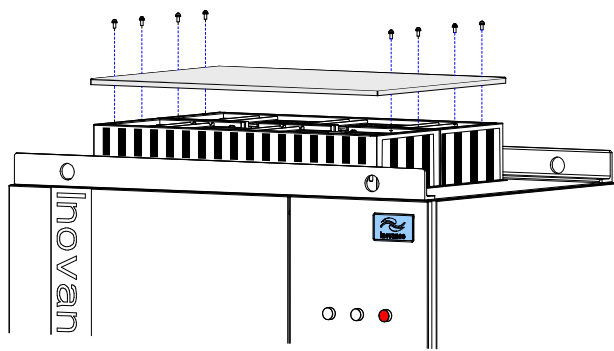

图 4-12 拆除逆变器风扇上部盖板示意图
- 第二步: 将散热风道固定在机柜顶部, IPV800T250 逆变器安装时一共安装 12 个 M6 组合螺钉 (机柜自带), IPV800T250TL 逆变器安装时一共安装 14 个 M6 组合螺钉 (机柜自带), 如图 4-12。